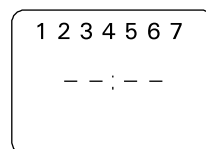

Рисунок 10
- для подтверждения выбора однократно нажмите кнопку программирования [Ch], после чего дисплей выглядит, как на рисунке. (Рис. 10)